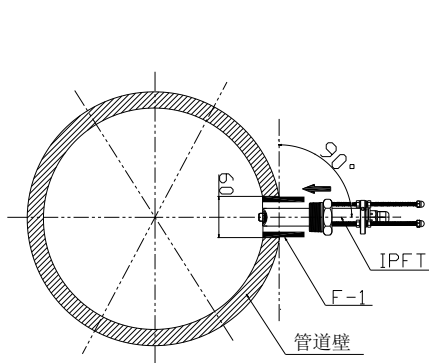
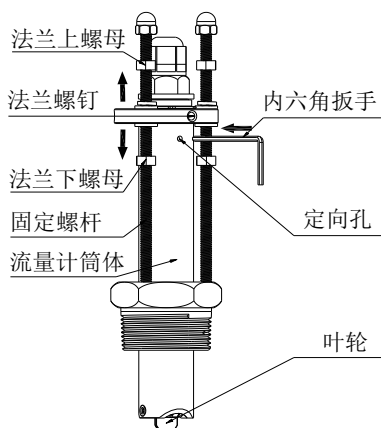
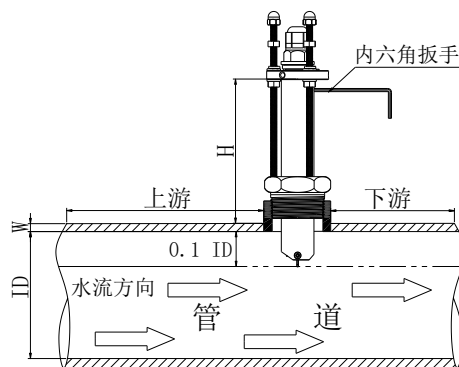

图 3
图 4
图 5
(1) 固定：建议选用 F-1 配件辅助固定，如图 3。选定合适的安装位置后在管道壁开圆孔 $D=60\text{mm}$ ，将 F-1 匹配圆孔垂直密封地焊接于管道壁上。将流量计主体旋入完成固定安装(必须采用合适的密封措施来确保该螺纹连接的密封性)。注意：流量计定向孔(如图 4)应大致朝向水流的下游方向。
(2) 调整叶轮插入深度：将图 4 所标示的固定螺杆上的“法兰上螺母”与“法兰下螺母”松开便可以调整叶轮插入深度(三根固定螺杆上的螺母都需松开)。调整至叶轮轴线处于管道内径 10% 的深度为最佳插入深度，可通过计算流量计的安装高度以确保叶轮插入准确的深度，如图 5 所示：
(3) 精确调整流量计方向：如图 5，定向孔应严格朝向水流的下游方向。可以使用配件内六角扳手辅助定向。先松开图 4 标示的 3 颗法兰螺钉，再将内六角扳手插入定向孔，旋转流量计筒体，直到该扳手严格指向水流的下游方向，完成后将 3 颗法兰螺钉重新紧固即可。